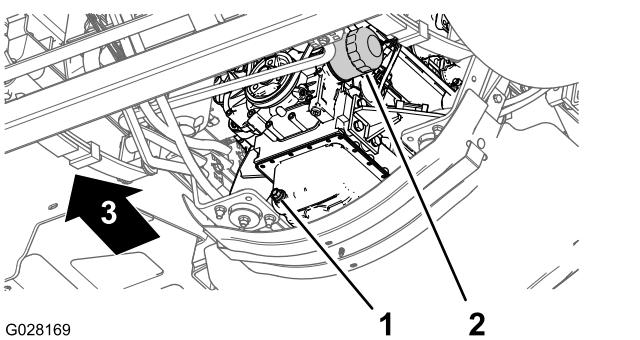

Figura 68
3. Coloque un recipiente de drenaje debajo del filtro de aceite del motor (Figura 68).
4. Retire el filtro de aceite usado (Figura 68).
- Instale el filtro de aceite en el adaptador de filtro, gire el filtro de aceite en sentido horario hasta que la junta de goma entre en contacto con el adaptador del filtro, y luego apriete el filtro media vuelta más (Figura 68).
- Coloque un recipiente debajo del tapón de vaciado (Figura 68).
- Retire el tapón de vaciado (Figura 68) y deje que el aceite se drene completamente.